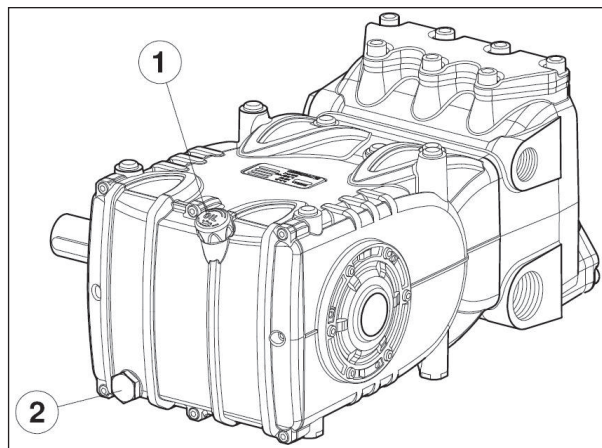

Fig. 3
Controlar el nivel de aceite, si es necesario repostar desde la varilla de nivel de aceite pos. ①, Fig. 3.
El control correcto del nivel de aceite se realiza con la bomba a temperatura ambiente, el cambio de aceite va realizado con la bomba a temperatura de funcionamiento retirando: la varilla de nivel de aceite pos. ①, y a continuación el tapón pos. ②, Fig. 3. El control del aceite y el cambio se han de realizar como se indica en la tabla Fig. 14 del capítulo 11. La cantidad necesaria es de ~ 3,8 litros.